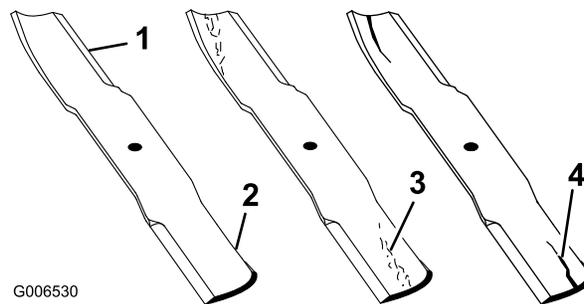

Figura 49
1. Inspeccione los filos de corte (Figura 49). Si los bordes no están afilados o tienen mellas, retire las cuchillas y afílelas; consulte Cómo afilar las cuchillas.
2. Inspeccione las cuchillas, especialmente la parte curva (Figura 49). Si observa daños, desgaste o la
formación de una ranura en esta zona (elemento 3 en la Figura 49), instale inmediatamente una cuchilla nueva.